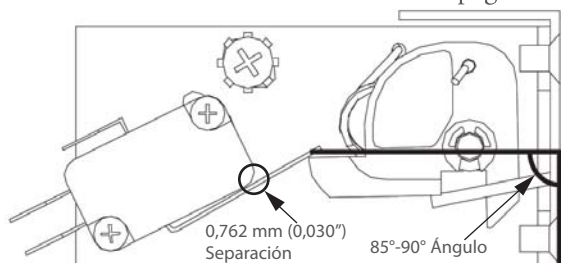

Figura 27: Detalles del interruptor y alineación correcta
Utilice el siguiente procedimiento para ajustar los interruptores primario, secundario y del monitor. El interruptor secundario está situado en la unidad de bisagra izquierda y el interruptor de monitor en la unidad de bisagra derecha. El interruptor primario está situado en la esquina superior izquierda del horno y utiliza una unidad de biestable y actuador (acoplado al chasis) para el engrane (Figura 27). Puede consultar los detalles de la unidad de conmutación en la página A-8.
2. A la hora de ajustar el interruptor primario, confirme que el biestable de enganche del interruptor primario se halle en la posición adecuada (Figura 27).
- a. Inspeccione visualmente la posición del biestable de enganche y verifique que su ángulo esté situado entre 85° y 90° en referencia al reborde delantero (cara del horno). Consulte la Figura 27.